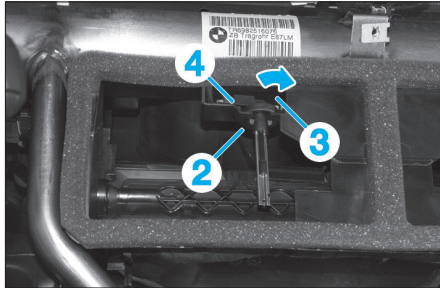

Fig. 51
- Tourner la sonde de température d'aération (2) dans le sens de la flèche et l'extraire du logement (3) par le haut (Fig.51).
- Débrancher le connecteur (4).